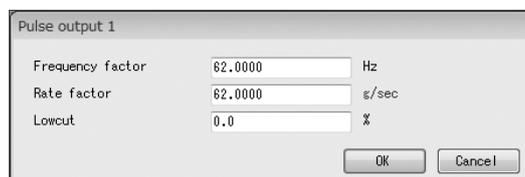

図44
- ① メニューの「Setup (S)」>「Outputs」>「Analog output 2」をクリックします。
- ② 3.6.2.3 Analog output 1の②～⑤と同様に、アナログ出力2を設定することができます。
- ① メニューの「Setup(S)」>「Outputs」>「Pulse output 1」をクリックします。
- ② 次のウィンドウ(図44)が表示されます。ここではパルス出力1の設定を行います。